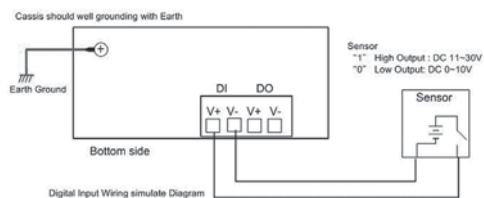

Figura-4
Los contactos de la Entrada Digital (DI) también están en la parte inferior del dispositivo tal como se muestra en la Figura 4.